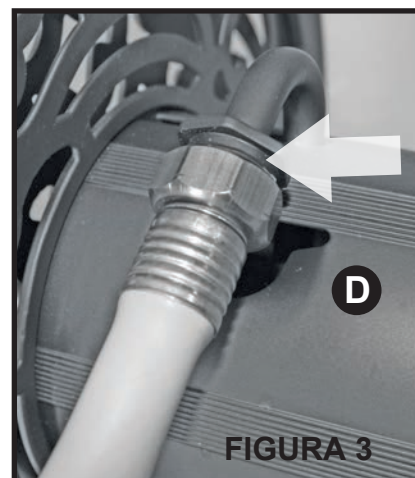

FIGURA 3
3. Una la manguera de jardín a la conexión para manguera que está en el carrete (D). **Figura 3**